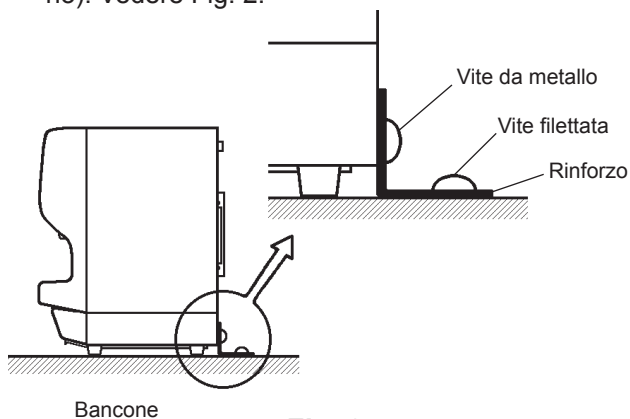

Fig. 2
- * Fissare la macchina al bancone utilizzando il rinforzo, le viti da metallo e le viti filettate (accessorio). Vedere Fig. 2.